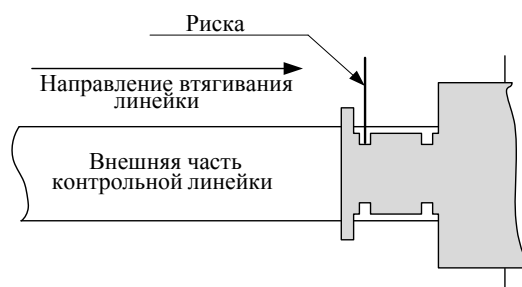

Рис.5. Схема нанесения риска на контрольную линейку по Т-образной планке (сердечник прижат к ближнему усовику)
- с помощью зубила и молотка нанести риску по карандашной отметке (см.рис.5);
- установить линейку в электропривод и проверить правильность нанесения риски в соответствии с рис.5.